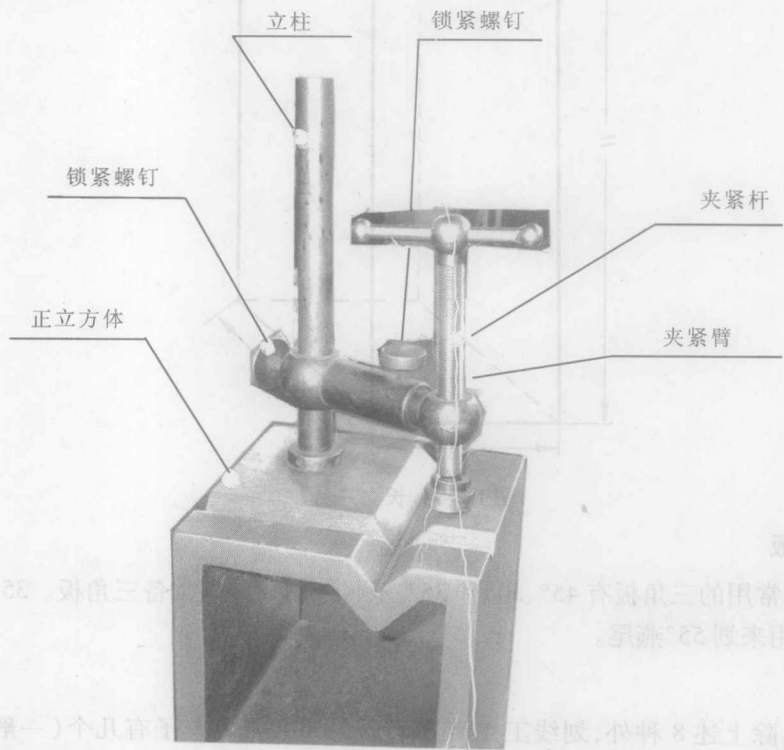

图 1-2-7 正立方台
①正立方台:由正立方体、立柱和夹紧臂三部分组成(见图 1-2-7)。为了减轻重量,正立方体中空,壁厚为 8 mm。